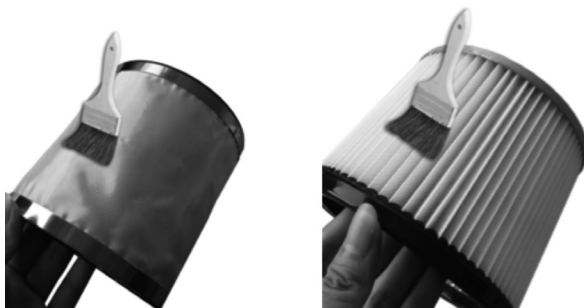

Fig. A4
7. Limpeza da tampa de rede e do filtro HEPA (Fig. A4)